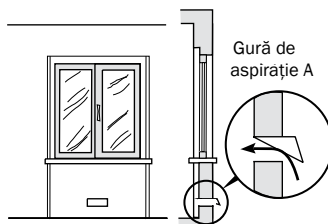

Fig. 2. Exemplu de asigurare a pătrunderii curentului de aer
- Aerul poate pătrunde direct din exterior printr-o țevă, care are o construcție care previne posibilitatea de înfundare a țevii (Fig.2).